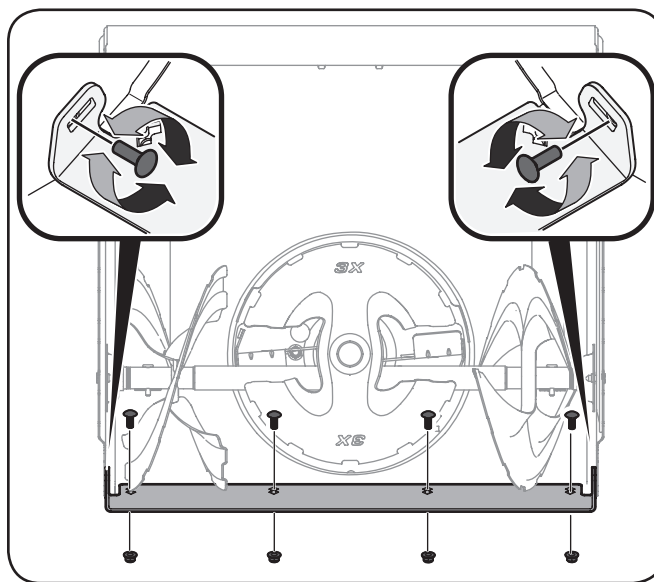

Figura 6-2
2. Monte la placa de raspado nueva, asegurándose de que las cabezas de los pernos de carro se encuentren del lado interior de la caja. Ajuste bien. Vea la Figura 6-2.